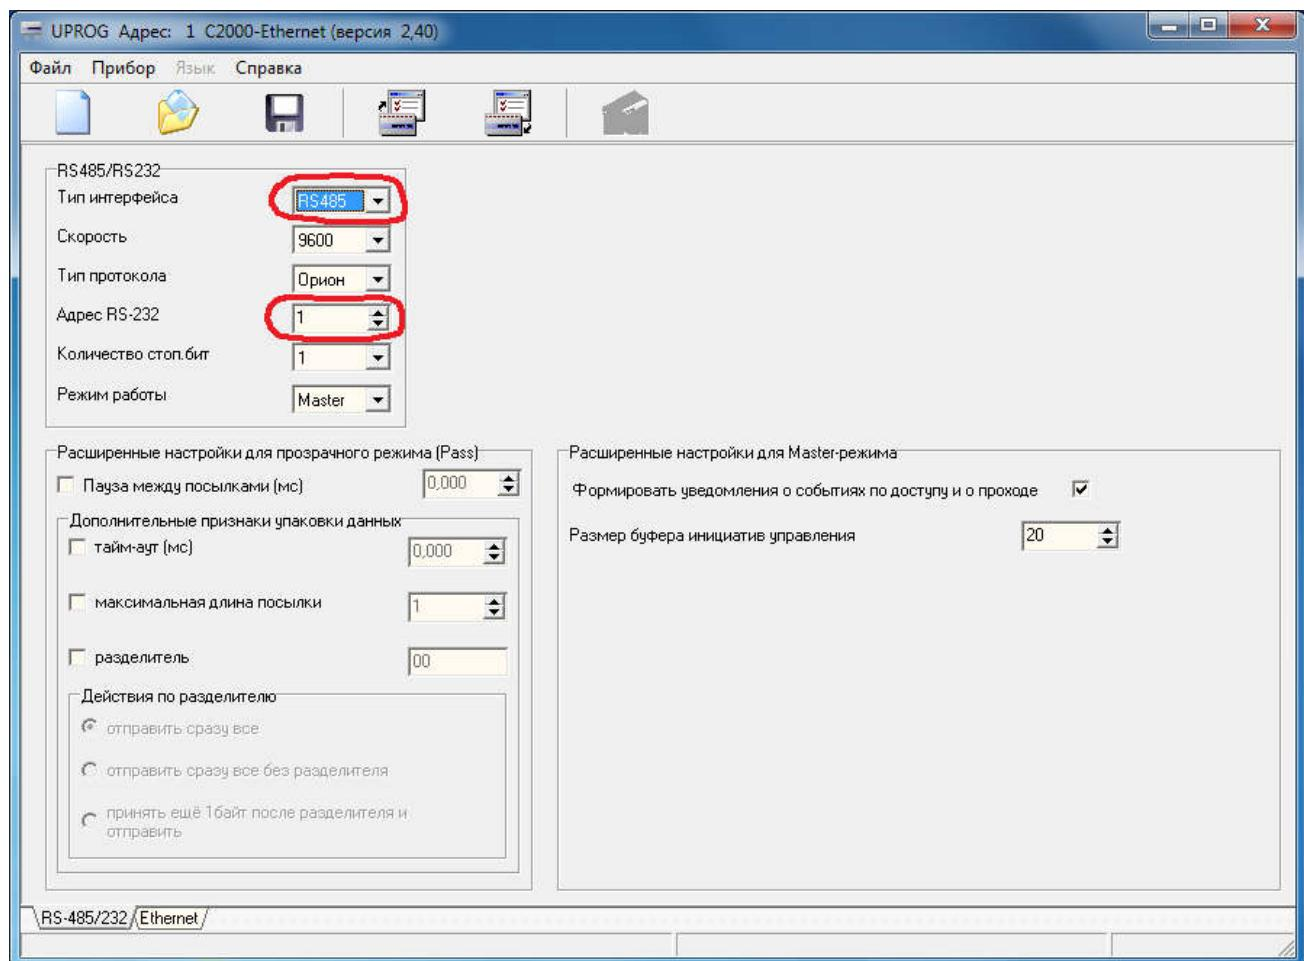

Рис.4. Параметры настройки C2000-Ethernet, страница RS-485/232.
- 4) Выбрать нужный прибор «C2000-Ethernet» в списке и нажать кнопку «Выбрать». Конфигурация «C2000-Ethernet» загрузится и станет доступной для редактирования (см. рисунок 4);
При редактировании параметров конфигурации прибора, устанавливается номер СОМ-порта. Он указывается в параметре «Адрес RS-232» (см. рисунок 4).
После выполнения конфигурирования джампер прибора выставляется в любой режим работы отличный от «Config». Реальный режим работы прибора задаётся в параметрах конфигурирования на странице RS-485/232 (см. рисунок 4). Его нужно установить значением «Master».